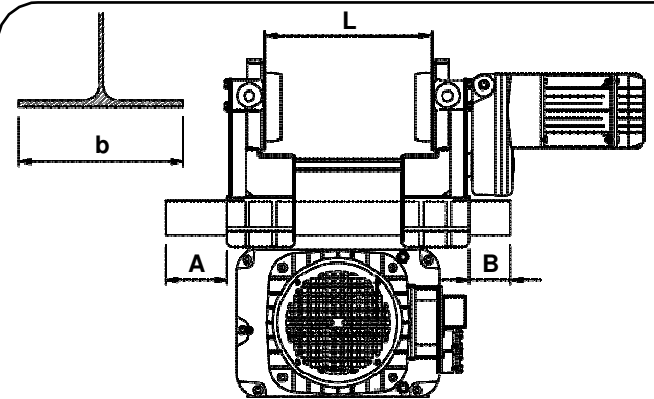

Abb. 31
Bevor die Einheit in der Höhe montiert wird, muss überprüft werden, ob die Innenbreite (L) der Laufräder der Katze gemäß den in der Tabelle (Abb. 31) angeführten Werten der Breite (b) der Trägerflansch entspricht.